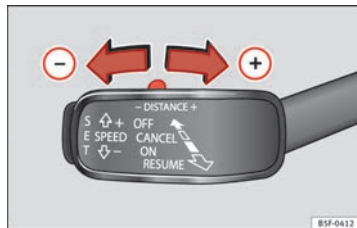

Fig. 138 Palanca de mando: ajustar la distancia.
- Para indicar la distancia programada actualmente, pulse brevemente la tecla basculante ⇒ fig. 138.